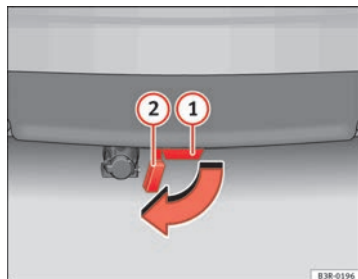

Fig. 163 Paraurti posteriore: Aprire il tappo
- Aprire completamente lo sportellino ② ⇒ fig. 163, a protezione del punto di fissaggio ①, situato sotto il paraurti. Esso si ferma in posizione automaticamente.